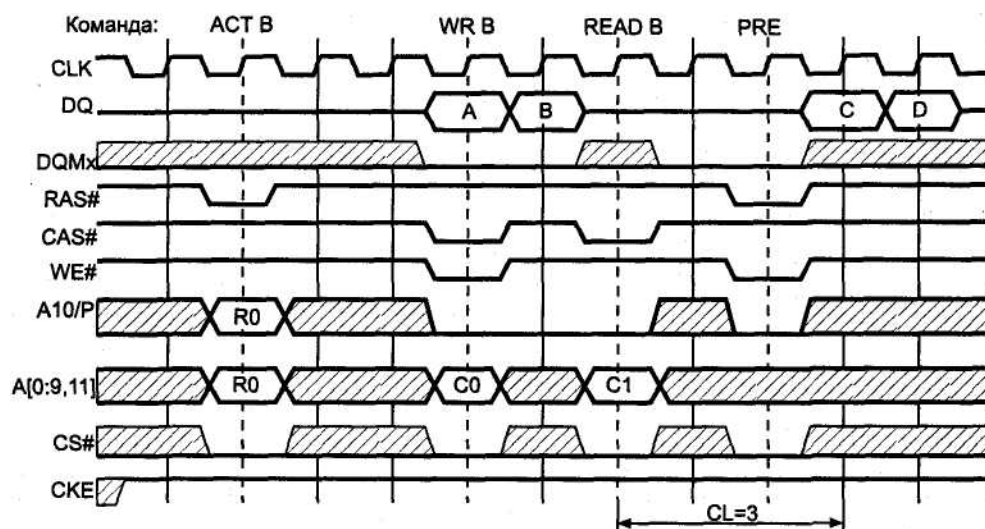

Рис. 7.6. Временные диаграммы пакетных циклов SDRAM: A и B — данные для записи по адресу RO/CO и RO/CO+1, C и D — данные, считанные по адресу RO/C1 и RO/C1 +1
Данные для первой передачи *пакета записи* устанавливаются вместе с командой WR. Данные для остальных передач пакета передаются в следующих тактах. Первые данные *пакета чтения* появляются на шине через определенное количество тактов после команды. Это число, называемое *CAS Latency* (CL), определяется временем доступа T_{CAC} " тактовой частотой. Остальные данные пакета выдаются в последующих тактах. Временные диаграммы работы SDRAM приведены на рис. 7.6. Здесь показана команда записи WR, за которой следует команда чтения RD из той же страницы, предварительно открытой командой ACT. Далее страница закрывается командой PRE. Длина пакета 2, CL - 3.